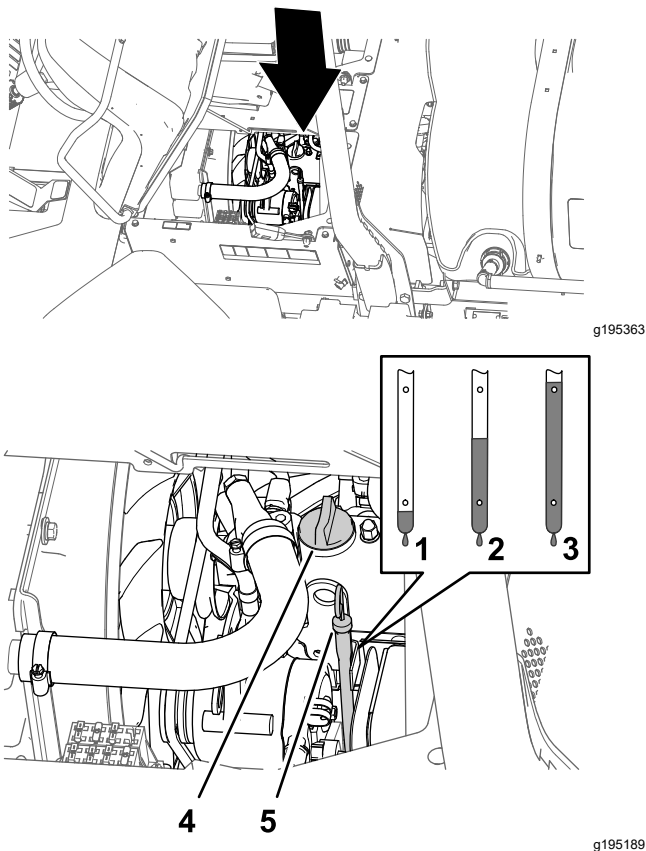

Figura 75
2. Retire la varilla, ubicada debajo del asiento del pasajero, y límpiela con un paño limpio (Figura 75).
3. Si el nivel de aceite es bajo, retire el tapón de llenado de la tapa de válvulas (Figura 75) y vierta aceite por el cuello de llenado hasta que el aceite llegue a la marca Lleno de la varilla.
4. Coloque el tapón de llenado de aceite (Figura 75).
5. Coloque la varilla firmemente (Figura 75).